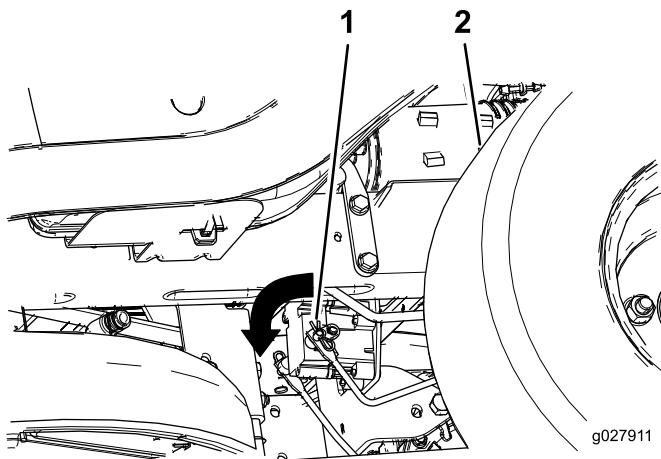

Bild 46
2. Ermitteln Sie die Welle an der elektrischen Bremse, an der die Bremsgestängearme angeschlossen sind (Bild 46).